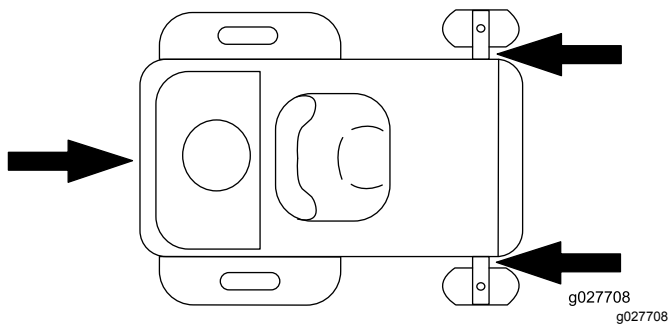

Рисунок 29
- Надежно зафиксируйте машину на прицепе или грузовике с помощью стропов, цепей, троса или канатов. Используйте только четыре указанные точки крепления на газонокосилке – две на левой стороне и две на правой (Рисунок 29). Используйте эти точки крепления даже при транспортировке газонокосилки с присоединенным навесным оборудованием. Использование других точек крепления может привести к повреждению газонокосилки и/или навесного оборудования.